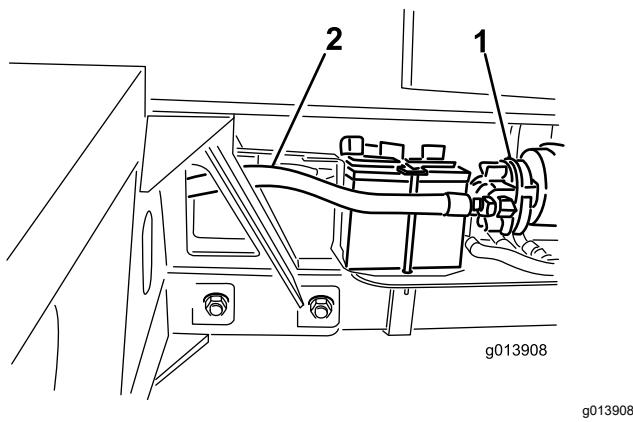

Figure 12
9. Raccordez le flexible hydraulique n° 4 au côté aspiration de la pompe hydraulique (Figure 12).